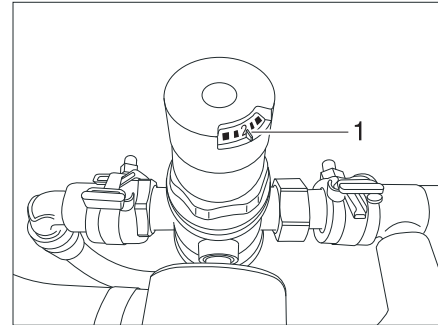

Bild 174 Druckminderer-Einstellung
- Druckminderer-Einstellung von 2 bar (Ausstattung Boiler) bzw. 3 bar (Ausstattung Durchlauferhitzer) (Bild 174,1) kontrollieren.